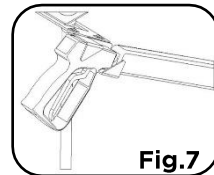

Fig.7
- 3 - La lance est rangée (Fig.7).